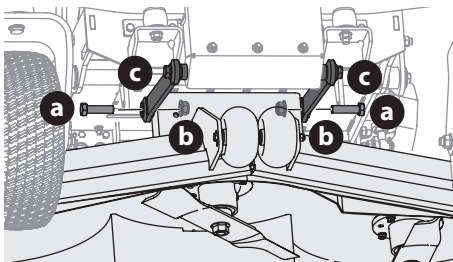

Fig. 51
- Retirez les vis hexagonales (a) et les contre-écrous à embase (b) qui fixent les tiges de commande avant du plateau de coupe (c) au plateau de coupe (Fig. 51).